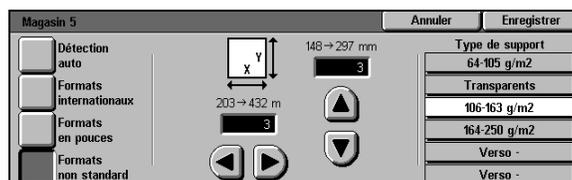

Figure 27 : Formats non standard
- Appuyez sur **Formats non standard** puis entrez les dimensions X (largeur) et Y (longueur) à l'aide des touches fléchées (voir la figure 27).